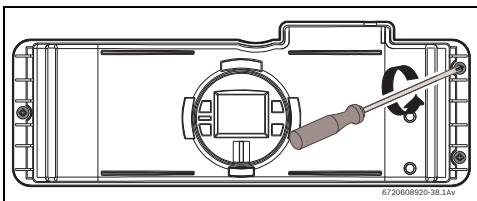
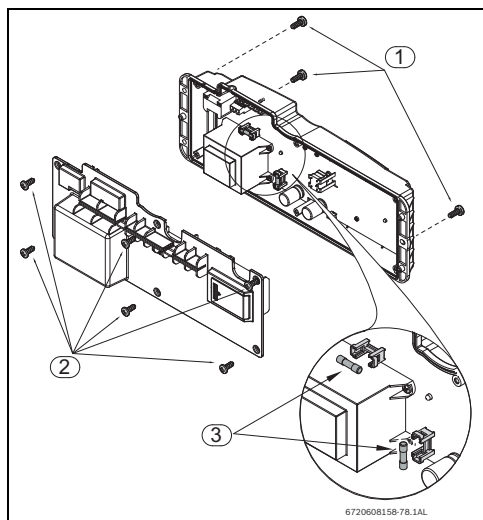

Fig. 47
Fig. 48 Localização dos fusíveis
- Desapertar três parafusos na frente da caixa electrónica (Fig. 47 e Fig. 48, pos. 1).
- Puxar a caixa electrónica para aceder aos seis parafusos na parte posterior e removê-los, ver Fig. 48, pos. 2.
- Depois de verificar os fusíveis (Fig. 48, pos. 3), proceder à montagem de todas as peças na ordem inversa.